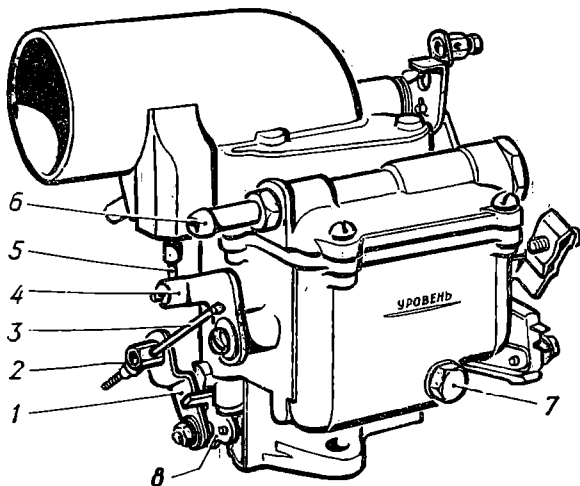

Рис. 42. Вид карбюратора К-133
- б) тягой 3 (рис. 42) отрегулировать ход штока 5 клапана и, следовательно, открытие клапана 2—4 мм от его закрытого положения, при этом рычаг 1 привода клапана необходимо прижать к рычагу 8 привода ускорительного насоса. После регулировки следует зафиксировать тягу гайкой 2.